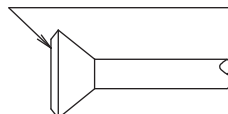

Fig. 13
• Quando si collegano i dadi svasati, applicare alla parte svasata (sia all'interno, sia all'esterno) un velo di olio etilico o di olio acetico, quindi fare compiere 3 o 4 giri e infine serrare. **(Fare riferimento alla Fig. 13)**